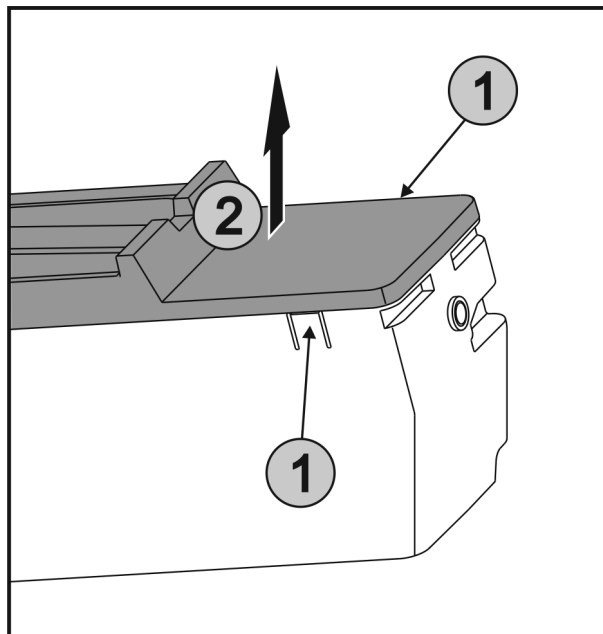

Fig. 81
- ▶ Stlačte západky Fig. 81 (1) na obou stranách EasyTwist-Ice současně a sejměte kryt Fig. 81 (2) směrem nahoru.